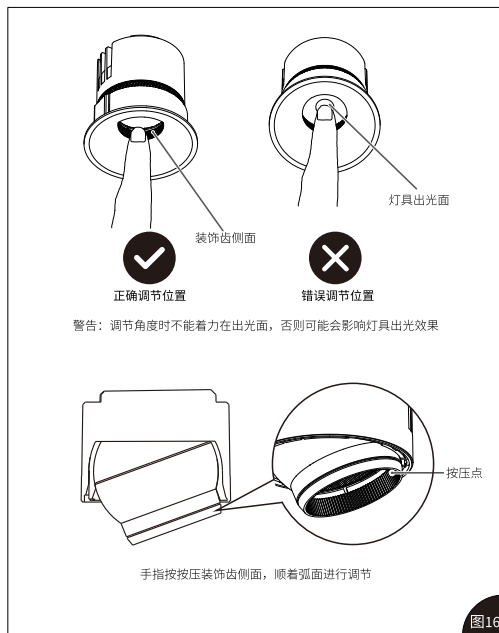

图16
1.灯具调节角度时,按压装饰齿侧面,即可调整所需的偏射角度,如图16所示;